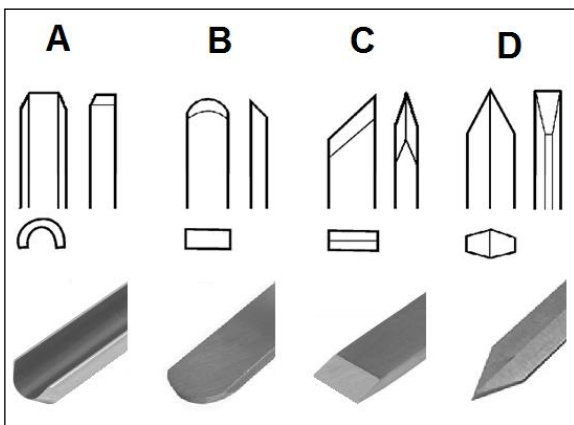
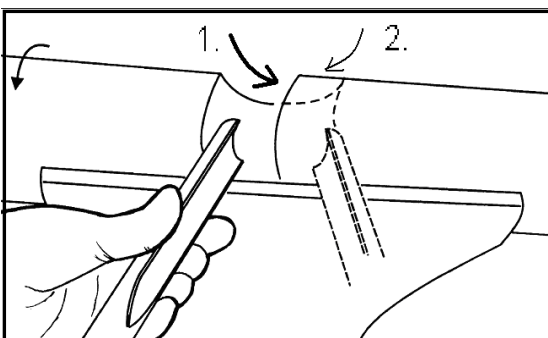

Fig 7
Fig. 8
Toujours mener l'outil de tournage posé sur le support d'outil. Garder les doigts fermés et s'appuyer avec la main sur le support (Fig. 8).
**La gouge (A, Fig. 7)**, Outil le plus important, il sert au dégrossissage, au creusage des bols et assiettes et au tournage de rétrécissements (Fig. 8).
**Le racloir (B, Fig. 7)**. Sert au calibrage intérieur et extérieur et à l'élimination des stries d'usinage.
**Le biseau (C, Fig. 7)**. Sert au tournage de rainures en V et au calibrage extérieur.
**Le piquet (D, Fig. 7)**. Sert au travail direct dans la pièce d'œuvre, par ex. pour détalonner et pour délimiter. Il peut aussi servir de racloir.